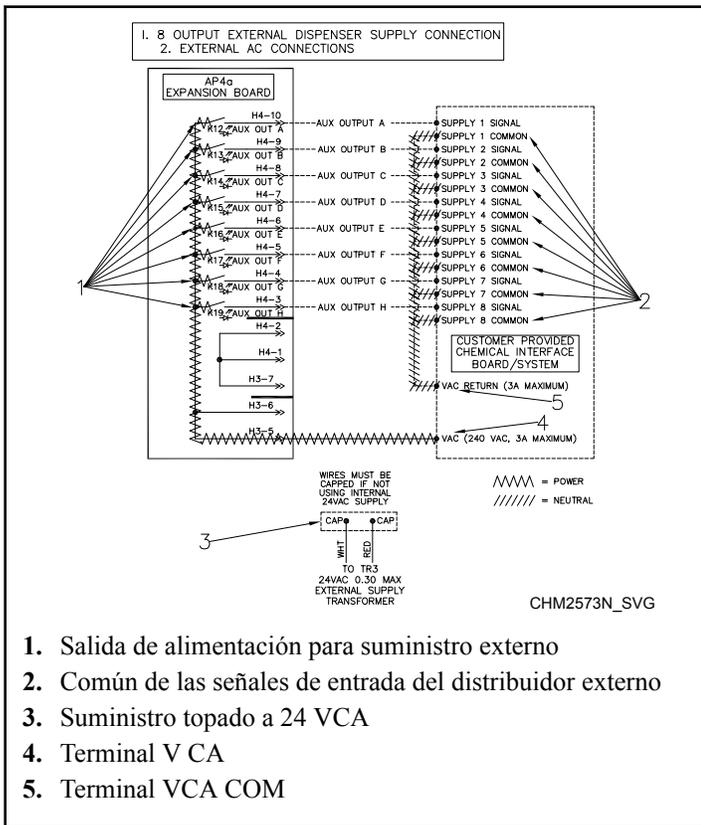
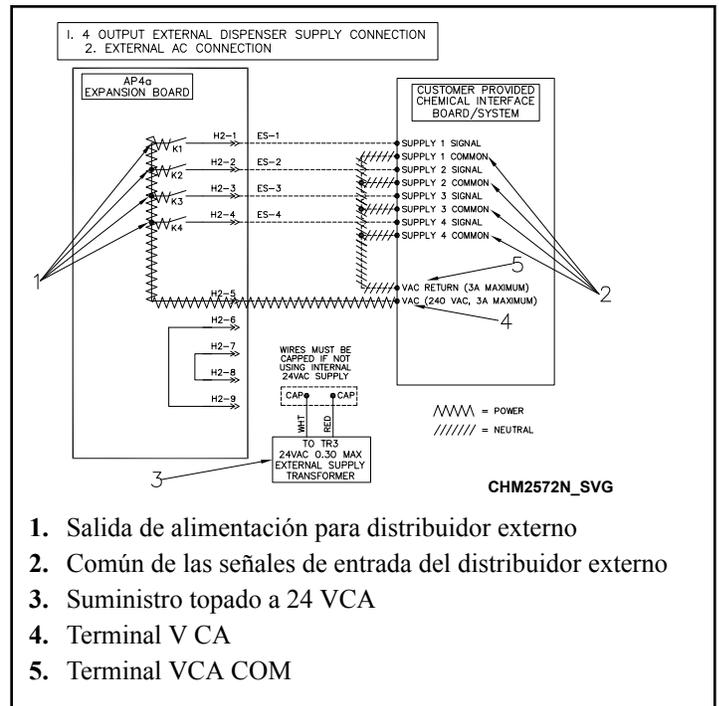

Figura 39
Figura 40
2. Conecte 1 lado de la alimentación externa al "RELAY COM" y el otro al común de las señales de entrada del distribuidor externo. Consulte la *Figura 39* y la *Figura 40*.